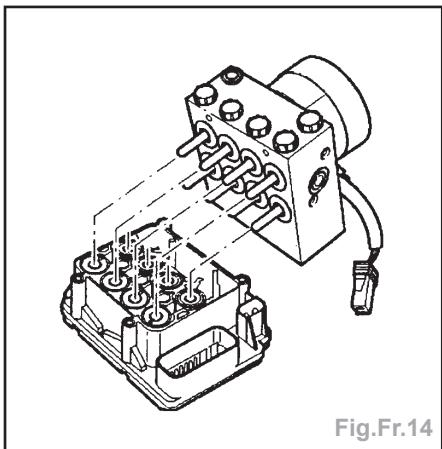

Fig.Fr.14
- En retirant l'appareil de commande, veiller à ce que les dômes d'électrovannes de l'unité hydraulique ne soient pas de travers avec les bobines magnétiques de l'appareil de commande (Fig.Fr.14).